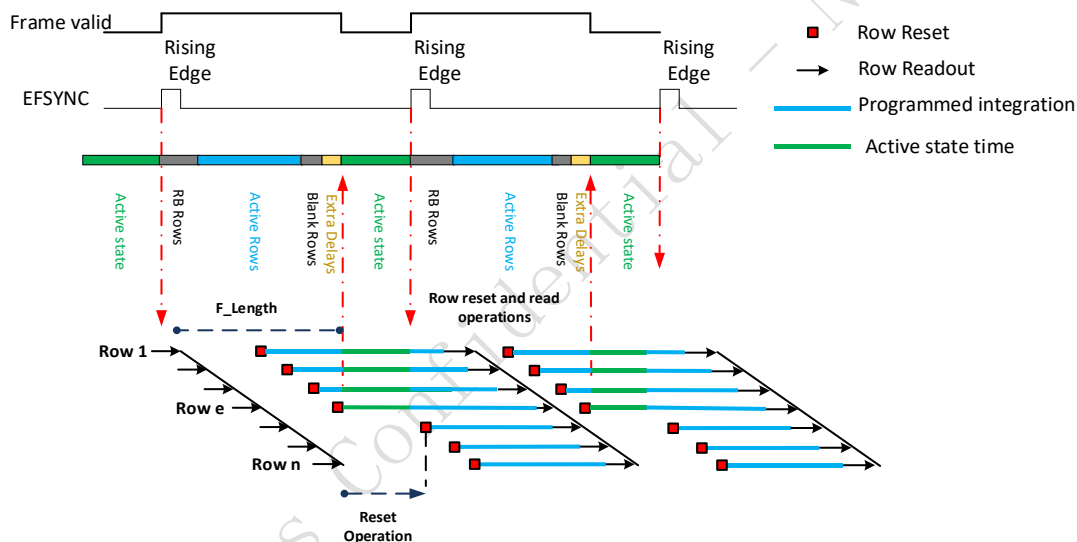

图 2-2 Slave Mode 曝光实现图
Hermes Slave mode 下的曝光实现如图 2-2：
- 4) Active state 时，芯片停止输出及停止 Row reset 操作，如图 2-2 所示，会导致一帧图像 Row 1~Row e 行与 Row (e+1)~Row n 行的曝光时间不同，Row 1~Row e 行的曝光时间比 Row (e+1)~Row n 行的曝光时间大，多出的时间为 Active state time，为避免这种曝光差异，要求外部精确控制 EFSYNC，使 Active state 控制在 20 个 T_{PCLK} (PCLK 周期) 以内，保证一帧内的每行曝光时间基本一致；